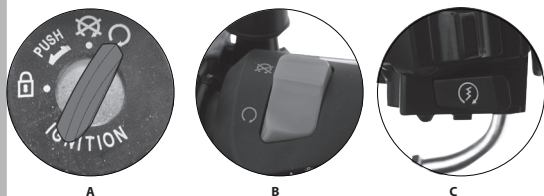

Imagen 33. Encendido del motor.
5. Girar la llave a la posición . Ver imagen 33-A.
9. Colocar el interruptor cortacorriente en la posición . Ver imagen 33-B.
11. Oprimir el interruptor de arranque eléctrico para dar marcha al motor. Ver imagen 33-C.